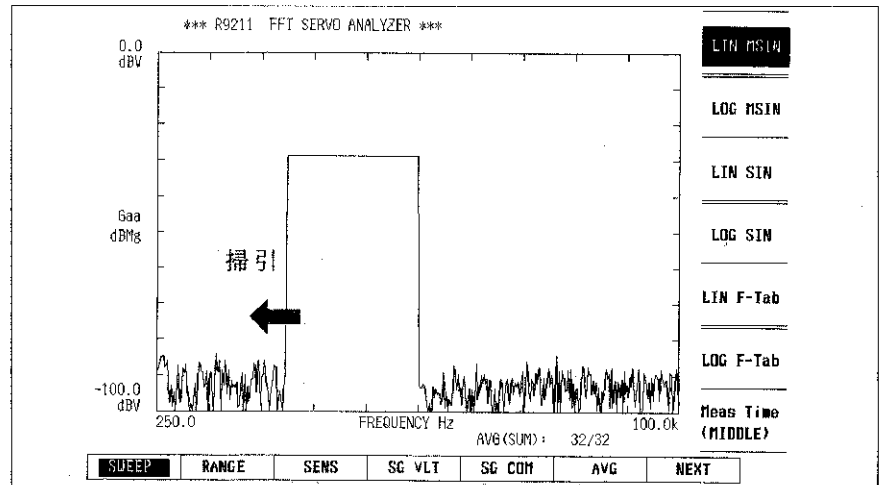

図5-1 リニア・マルチサイン出力例
- (1) メジャーメント・タイム (SHORT/MIDDLE/LONG) の設定によって信号発生部の分割周波数帯域が自動的に決められ、解析周波数レンジ内を解析側と同期しながら掃引して測定します。⇒高ダイナミックレンジ測定 (図5-1 を参照)